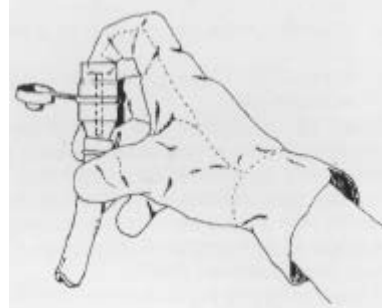

Рисунок 9. Клапан впускного шланга насоса.
3. Снимите фильтр и дайте воде протечь через клапан (в нижней части впускного шланга), оказывая давление на иглу и заставляя ее опускаться (рисунок 9).
- Для прочистки насоса заправки смеси дайте насосу втянуть воду, а затем дайте ей вытечь через шланг подачи жидкости, надавив на иглу клапана (рисунок 9).